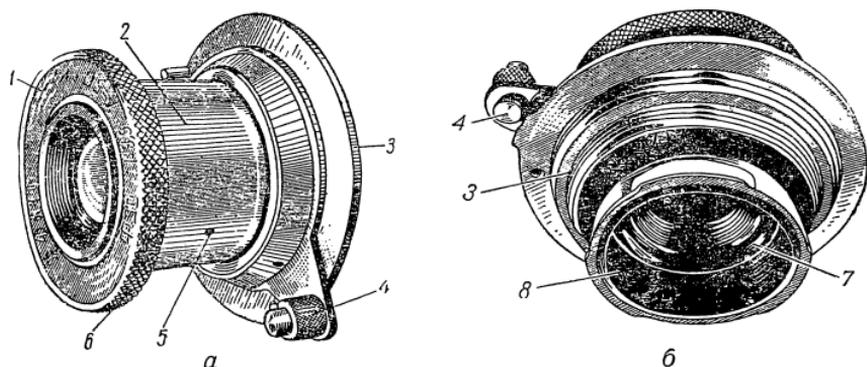
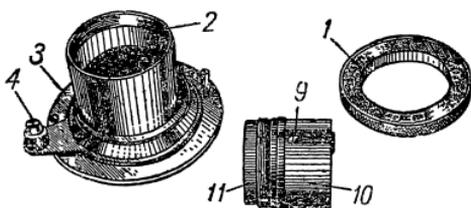

Рис. 109. Объектив «Индустар-10»:
Рис. 111. Разобранный объектив «Индустар-10».
*Объектив «Индустар-10».* «Индустар-10» (рис. 109, а, б) представляет собой четырехлинзовый полусклеенный астигмат. До 1952 г. выпускался непросветленный объек-
Оправа состоит из наружного кольца 1 (рис. 109, а, б), тубуса 2, червяка (ходовой резьбы) 3, рукоятки с кнопкой замка 4, стопорных винтов 5 и 6, светозащитного кольца 8.
Система линз в оправе (рис. 111) состоит из передней линзы, фланца крепления передней линзы, оправы со второй линзой, наружного поводка диафрагмы 10, двух винтов 9, коронки диафрагмы, лепестков диафрагмы, оправы с линзами 11, крепежной гайки 7 (рис. 109, б).
тив. Система линз в оправе (рис. 111) состоит из передней линзы, фланца крепления передней линзы, оправы со второй линзой, наружного поводка диафрагмы 10, двух винтов 9, коронки диафрагмы, лепестков диафрагмы, оправы с линзами 11, крепежной гайки 7 (рис. 109, б).
тива; отвинчивают наружное кольцо 1; отвинчивают фланец крепления передней линзы; вынимают переднюю линзу; отвинчивают винты 9 (рис. 111), снимают поводок диафрагмы 10; отвинчивают оправу со второй линзой; вынимают коронку и лепестки диафрагмы; отвинчивают оправу 11 с третьей и четвертой линзами.
Причина этой неисправности заключается в конденсации влаги при длительном нагревании объектива в увеличителе и резком изменении окружающей температуры, например, после съемки на холоде. Чтобы ее устранить, нужно вынуть светозащитное кольцо 8 (рис. 109, б) и отвинтить оправу с линзами 11 (рис. 111). Сетка смывается, как при обычной чистке объектива, после чего оправа 11 завинчивается на место.
2. Неисправности оправы объектива. При неправильном ввинчивании объектива в камеру бывают случаи, когда рычаг, на котором укреплен кулачок дальномера, деформируется и кулачок попадает не на торец оправы объектива, а на ходовую резьбу 3 (рис. 109, б). Ходовая резьба портится, и объектив невозможно установить по шкале расстояний на 1 м: он доходит только до 2—1,5 м. Обнаружив повреждение, нужно слегка отогнуть рычаг 64 (рис. 89) и установить кулачок 63 на место, затем исправить резьбу. Многозаходную резьбу исправляют трехгранным или ромбообразным надфилем.
Устройство объектива «Индустар-22» аналогично устройству объектива «Индустар-10» за исключением некоторого изменения в порядке разборки и в форме диафрагменного поводка. Чтобы вынуть блок линз из оправы, не нужно разбирать оправу и отвинчивать наружное кольцо, для этого достаточно отвинтить крепежную гайку 7 (рис. 109, б) и винт 5 (рис. 109, а).